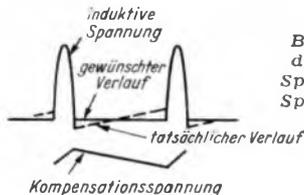
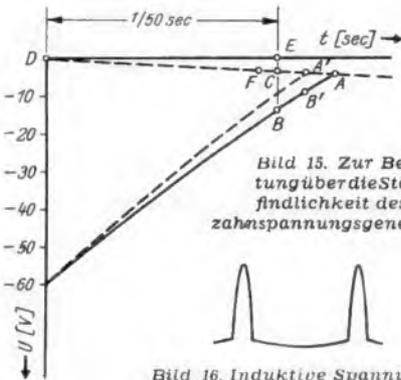

Bild 13. Verlauf der induktiven Spannung an den Spulen ohne und mit Berücksichtigung des ohmschen Widerstandes
Bild 16. Induktive Spannung bei Tangensverzerrung
Zunächst sei angenommen, daß der Stromanstieg in den Ablenkspulen während des Hinlaufs zeitlinear ist; dann muß während des Hinlaufs die Spannung an den Spulen konstant sein. Dies gilt allerdings nur, wenn der ohmsche Widerstand vernachlässigbar klein ist. Tatsächlich ist dies nicht der Fall. Den Spannungsverlauf für diesen Fall zeigt Bild 13 (ausgezogene Kurve).
stehenden induktiven Spannung überlagert sich also eine Sägezahnspannung. Sie ist durch das Glied Ri der Gleichung (7) gegeben. Tatsächlich wird nun durch die Diode nicht die induktive Spannung konstant gehalten, sondern die Spannung U. Dem induktiven Spannungsverlauf ist der ohmsche überlagert, wie dies Bild 13 zeigt. Nimmt man an, daß zu Beginn des Hinlaufs der Strom i klein ist, am Ende des Hinlaufs am größten, so wird die induktive Spannung zu Beginn des Hinlaufs einen bestimmten Wert haben, der am Ende des Hinlaufs um den Betrag Ri vermindert, also zu klein geworden ist. Soll die induktive Spannung jedoch konstant bleiben, so muß der den Spulen zugeführten Spannung die durch den ohmschen Widerstand R verursachte Sägezahnkomponente hinzugefügt werden. Zur konstanten Spannung der Diode muß also eine Sägezahnspannung zur Kompensation des ohmschen Widerstandes addiert werden. In Bild 13 ist diese angedeutet. In Bild 4 wird die Spannung zu der am Kondensator C 22 liegenden addiert. Dazu dient der aus C 22, C 23, L 6 und einer Teilspeule des Transformators gebildete und durch einen ohmschen Reihenwiderstand gedämpfte Schwingkreis. An C 22 entsteht infolge der vom Transformator dem Kreis zugeführten Impulsspannung durch Integration des Stroms die notwendige Kompensationsspannung. Das richtige Maß der Kompensation wird durch Regelung von L 6 erreicht. Die Resonanz des Kreises liegt unterhalb der Horizontalfrequenz.
Der Strahl muß also mit zunehmender Auslenkung abgebremst werden. Dies besorgt der Kondensator C 22. Er bildet mit den Ablenkspulen einen Resonanzkreis. Dadurch bleibt, wie Bild 16 zeigt, die induktive Spannung während des Hinlaufs nicht konstant, sondern sie verläuft nach einer Sinusfunktion. Die Eigenfrequenz des Kreises liegt jedoch so tief, daß nur eine geringe Amplitude der Sinusschwingung erreicht wird.
bzw. je größer die Selbstinduktion ist, um so kleiner muß der Kondensator sein. Im vorliegenden Fall besitzt er eine Kapazität von 60 nF. Praktisch ist dem Spannungsverlauf nach Bild 16 noch die Kompensationsspannung zur Linearisierung überlagert (Bild 13).